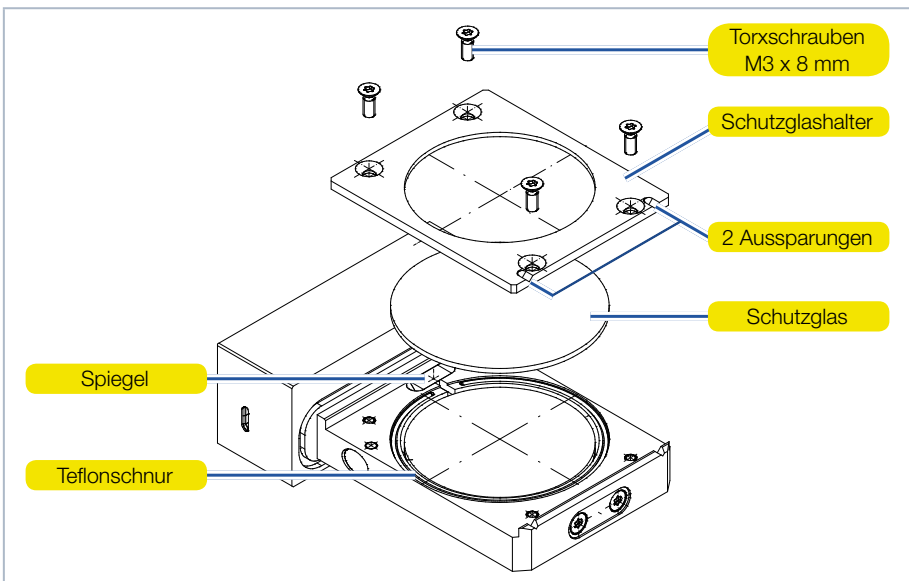

Abb. 15.1: Schutzglas wechseln
3. Legen Sie das Gerät gemäß der Abb. 15.1 auf Seite 43 ab und nehmen Sie den Schutzglashalter vorsichtig nach oben ab.
6. Setzen Sie den Schutzglashalter gemäß der Abb. 15.1 auf Seite 43 mit den 2 Aussparungen nach vorne auf.